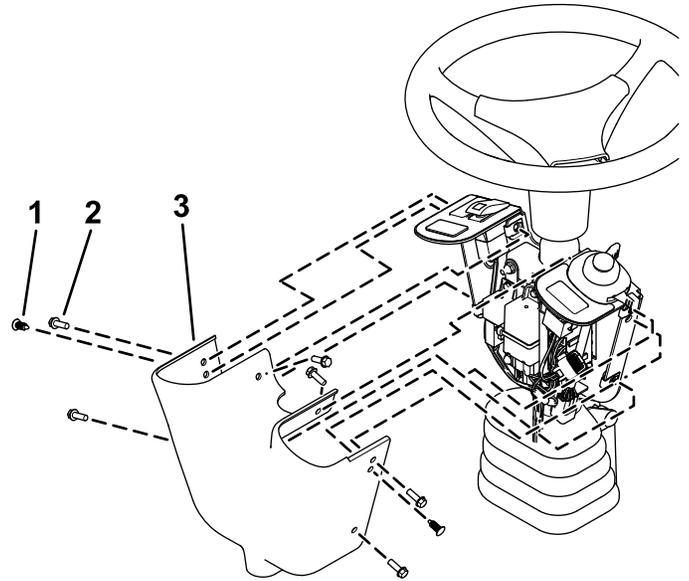

Figura 13
16. Instale la cubierta de los mandos en el soporte de los interruptores usando 2 grapas y 6 tornillos de cabeza hexagonal (1/4" x 3/4"), como se muestra en la Figura 13.